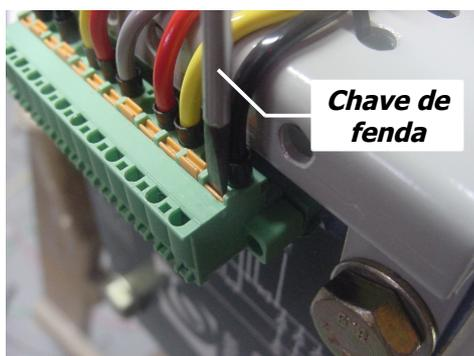

FIGURA 3.2 - CONEXÃO DOS CABOS
1. Com uma chave de fenda pequena, pressionar o pino de cor laranja do terminal desejado para efetuar a abertura da mola (ver figura 3.2);